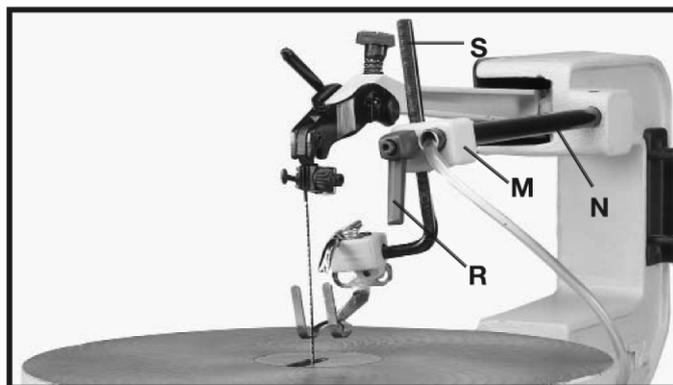

Fig. 13
11. Gire o suporte (M) Fig. 13, de volta à posição original conforme aparece na ilustração, e aperte os dois parafusos que tinham sido afrouxados na **ETAPA 9**. Depois aperte o punho de travamento (R) para manter a haste (S) na posição.